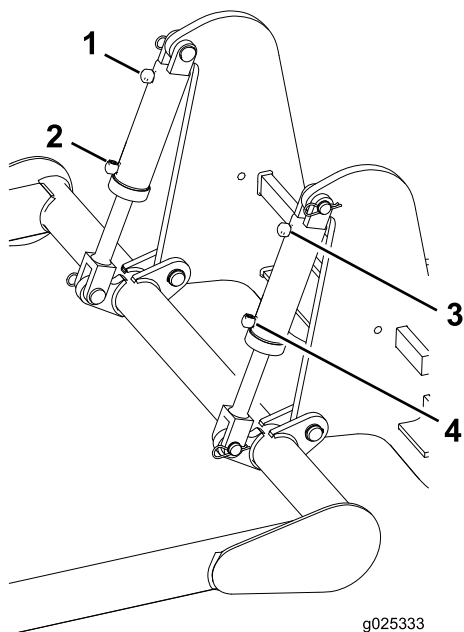
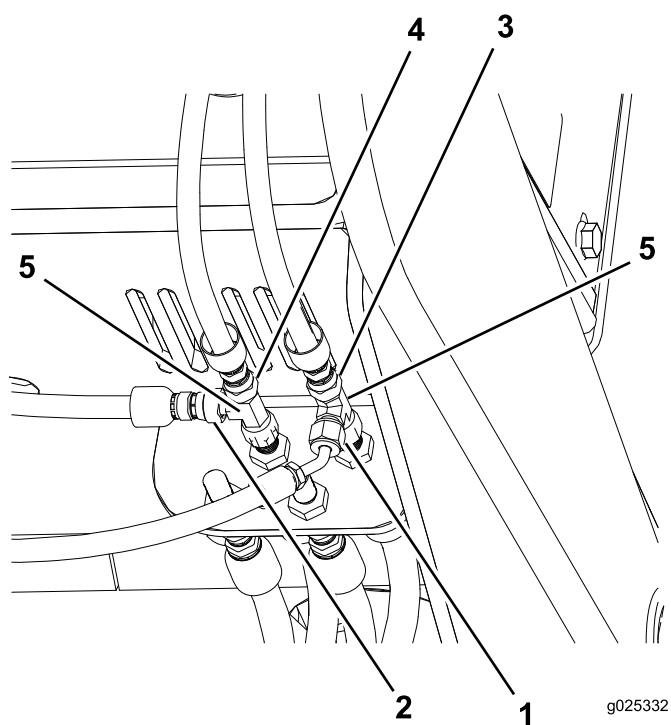

Figure 10
Figure 11
5. Placez les flexibles hydrauliques et les raccords en T sur les vérins de relevage et la machine (Figure 10 et Figure 11).
Remarque: Branchez les flexibles par lettres correspondantes (A, B, C et D); voir la Figure 10 et la Figure 11.